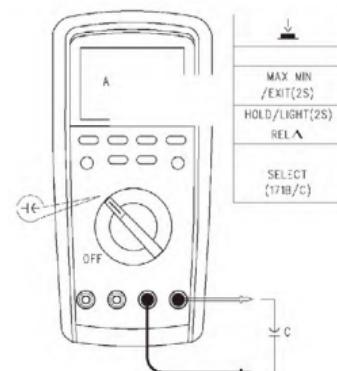

Figura 7
5. Medición de capacitancia (Figura 7)